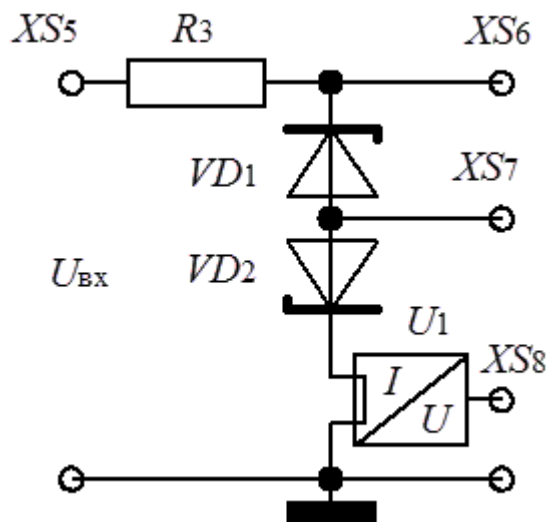

Рис. 2. Схема для исследования характеристик стабилитрона
Экспериментальная схема для исследования свойств диода представляет собой двухсторонний диодный ограничитель, собранный на двух стабилитронах КС133А (рис. 2).
1. Определить, к каким клеммам установки (рис.2) следует подключить 1-ый и 2-ой каналы осциллографа, чтобы увидеть на экране осциллографа:
3. Для схемы лабораторной установки (рис.2) качественно построить передаточную характеристику  $U_{\text{вых}}(U_{\text{вх}})$ . Диоды  $VD1$  и  $VD2$  считать идеальными с напряжением стабилизации (пробоя) равным 3,3 В.